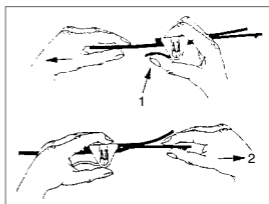

Fig. 5 Faixa de cabeça Lightweight
Adaptação da **faixa de cabeça Lightweight** (ver fig. 5): Para adaptação ao diâmetro da cabeça, a faixa de cabeça pode ser alargada pressionando no manípulo (1) e apertada puxando pela extremidade (2) solta.